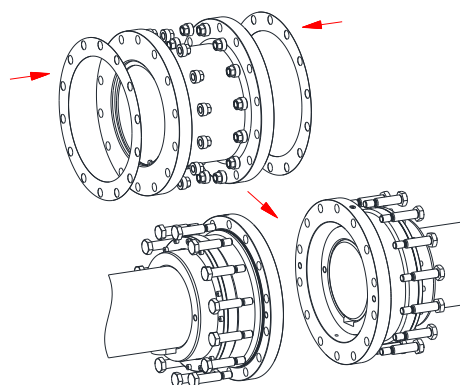

Fig. 38
- Pour version DH uniquement : Insérer l'entretoise (composant 13) entre les deux manchons et aligner les perçages avec ceux des moyeux (voir fig. 38).